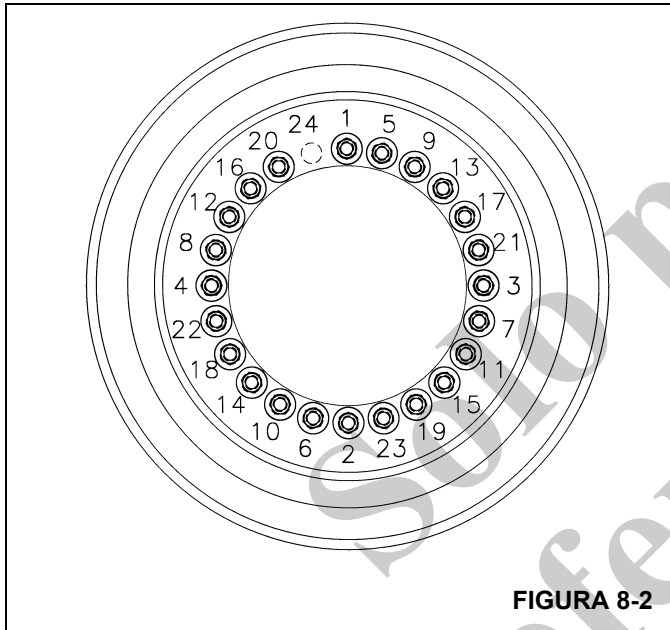

FIGURA 8-2
2. Coloque el conjunto de rueda en los espárragos de montaje. Instale las tuercas de rueda y apriételas a 68 Nm (50 lb-pie) siguiendo la secuencia ilustrada en la Figura 8-2.
4. Continúe apretando las tuercas de rueda a 461 a 488 Nm (340 a 360 lb-pie) siguiendo la secuencia ilustrada en la Figura 8-2.